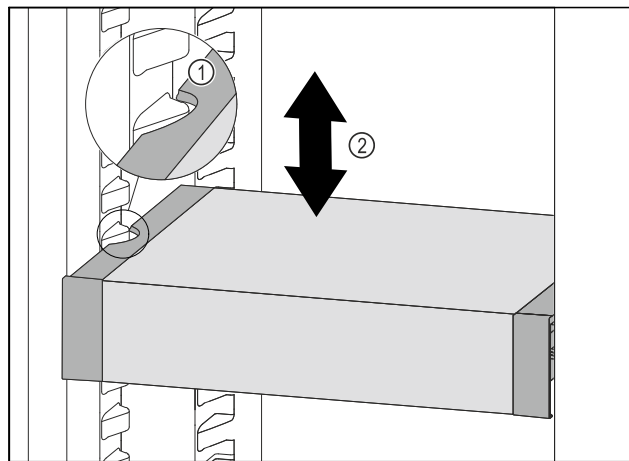

Fig. 165
- Táhněte VarioSafe dopředu, dokud nebudou boční vybrání VarioSafe na úrovni žebrování na nádoby v chladničce. Fig. 165 (1)
- Posouvejte VarioSafe v chladničce nahoru nebo dolů, dokud nedosáhnete požadované výšky. Fig. 165 (2)